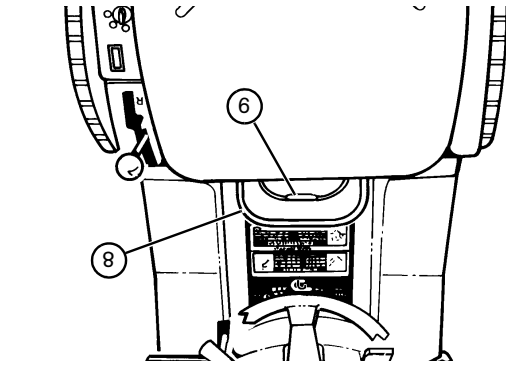

FIGURA 17
- Spingere in basso la leva di sollevamento del piatto (8) lentamente e tenere premuta la leva di blocco (9) in giù con il pollice (vedere FIGURA 17).